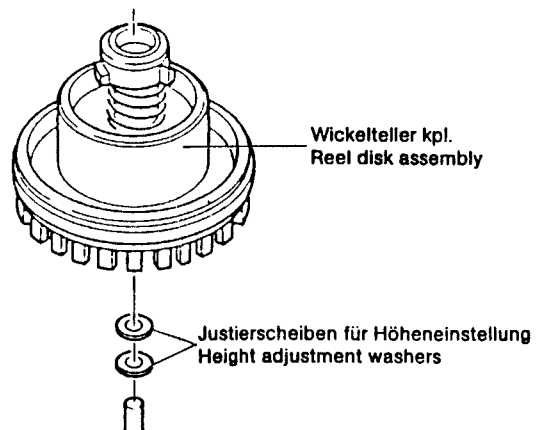

Fig. 4.13 Höheneinstellung mit Justierscheiben
3. Falls notwendig, Unterlegscheiben entfernen oder hinzufügen (Fig. 4.13).
3. If necessary remove or add height adjustment washers (Fig. 4.13).